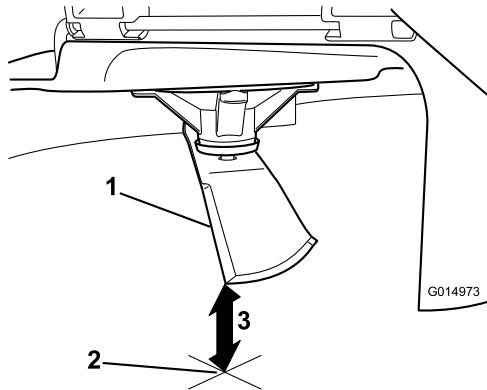

Figura 82
3. Mida desde la punta de la cuchilla hasta la superficie plana (Figura 82).